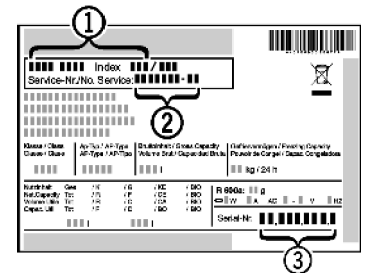

Рис. 13
- ▶ Читайте и запишите обозначение модели (рис. 13 (1)), служебный номер (рис. 13 (2)) и серийный номер прибора (рис. 9 (3)), указанные на табличке с техническими характеристиками, расположенной на левой стенке внутри прибора.